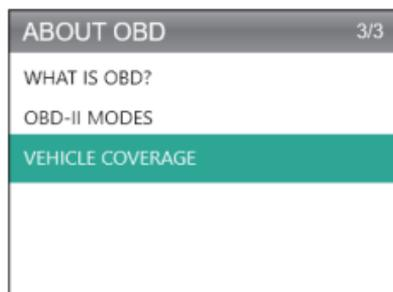

Figura 9.1.2
2. Selecciona SOBRE OBD (Ver la Figura 9.1.2), y presiona [OK]. Aparecerán tres opciones, incluyendo ¿QUÉ ES OBD? (Información general de OBD, MODOS OBDII, COBERTURA DEL VEHÍCULO, modelos compatibles y más).